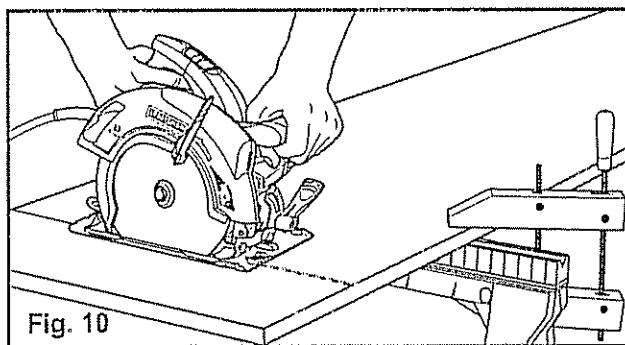

Fig. 10
### COMENZAR A CORTAR (Fig. 10)
1. **SIEMPRE** use su sierra con las manos posicionadas de manera correcta, con una mano operando el interruptor gatillo y la otra sobre el mango delantero de asistencia (ver la Fig. 10).
6. Antes de comenzar a cortar, dibuje una línea guía a lo largo de la línea de corte deseada, luego coloque el borde delantero de la base de la hoja sobre esa parte de la pieza de trabajo que esté sólidamente soportada (ver la Fig. 10).